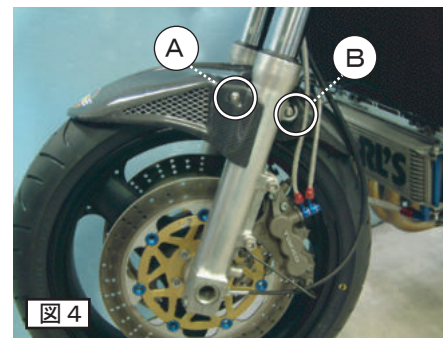

図4
7. フロントフェンダーを付属の部品で仮止めします。(図4)